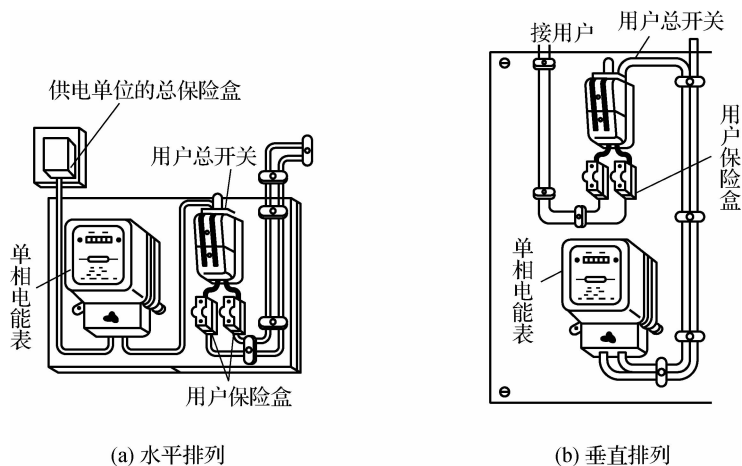

图 2-15 单相电能表与配电板的排列位置
- (1) 电能表应装在干燥处,不能装在高温潮湿或有腐蚀性气体的地方。
- (2) 电能表应装在没有振动的地方,因为振动会使零件松动,使计量不准确。
- (3) 安装电能表不能倾斜,一般电能表倾斜  $5^\circ$  会引起 1% 的误差,倾斜太大会导致铝盘不转。
(4) 电能表应装在厚度为 25 mm 的木板上,木板下面及四周边缘必须涂漆防潮。允许和配电板共用一块木板,电能表须装在配电板的左方或下方。单相电能表与配电板的排列位置如图 2-15 所示。